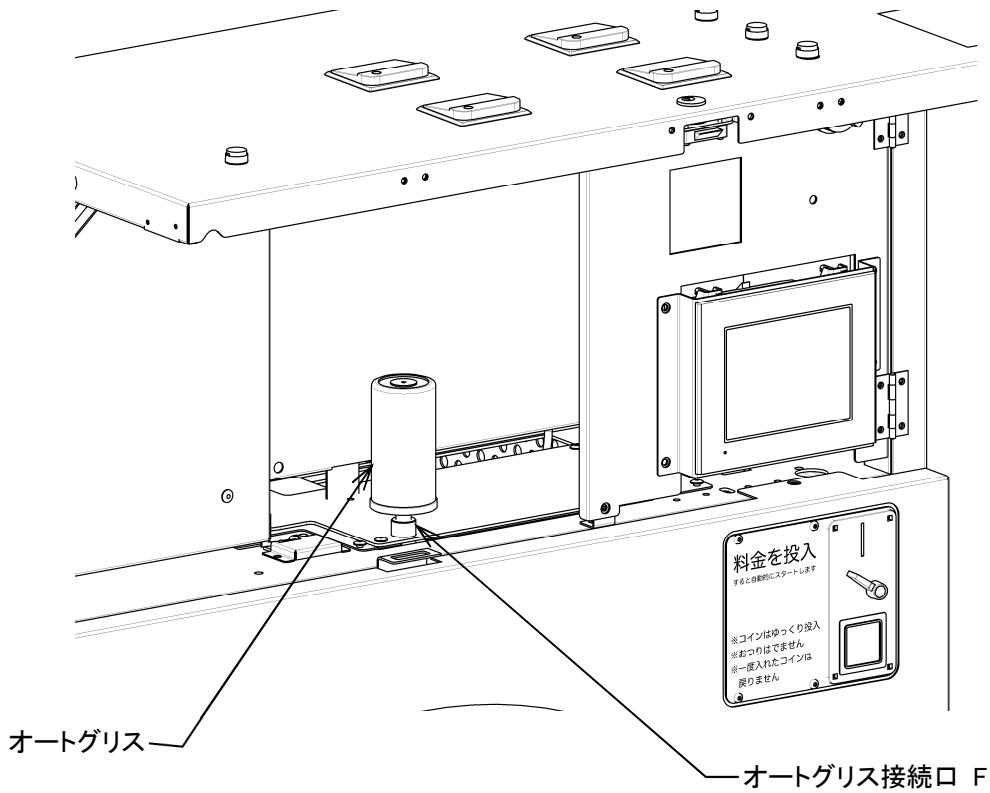

図 5-3
- ・ 付属品のオートグリスをオートグリス接続口 F に取り付けます。(図 5-3)